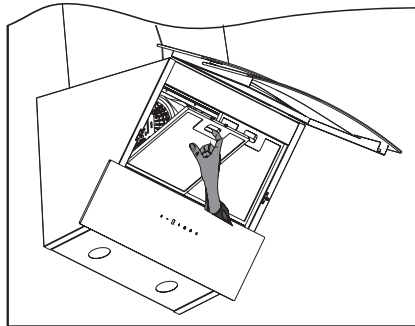

Abb.9: Metallfettfilter entnehmen, bzw. einsetzen
- Griffleiste des Metallfettfilters nach unten drücken (⇒ Abb. 9).
- Zum Wiedereinsetzen den trockenen Metallfettfilter unten mit den Laschen einsetzen, Griffleiste drücken, Filter nach hinten in den Rahmen einsetzen und Griffleiste loslassen, damit der Filter in den Rahmen einrastet (⇒ Abb. 9).